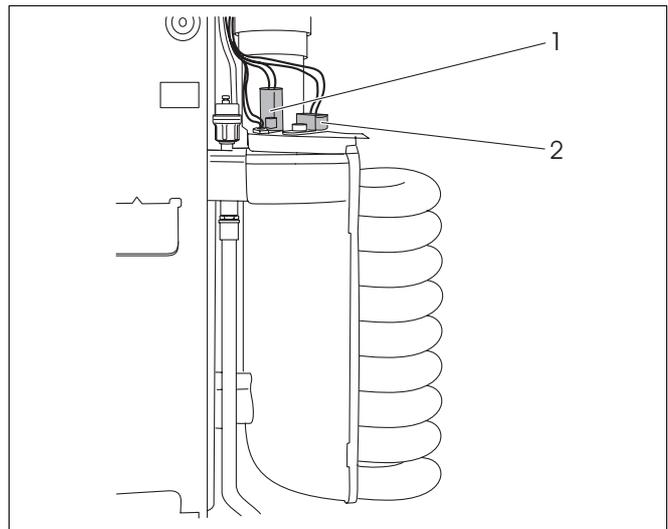

Abb. 41 Glühzünder und Ionisationselektrode entfernen
- Glühzünder (Abb. 41, Pos. 1) und Ionisationselektrode (Abb. 41, Pos. 2) entfernen.